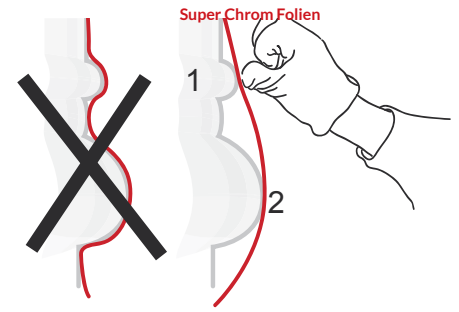

Abbildung 09
- › Die Folie auf dem Untergrund so spannen, dass sie mit allen Punkten des Reliefs in Berührung kommt. (Abb. 09) ① und ②